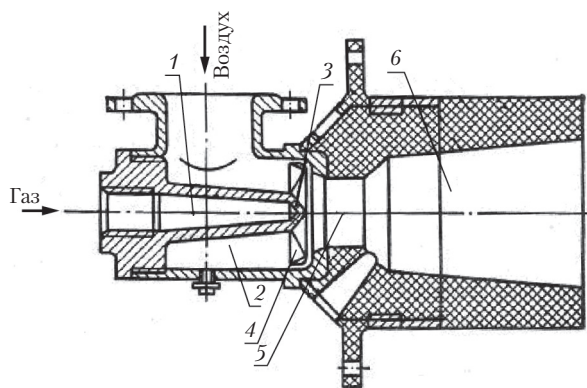

Рис. 12. Горелка с принудительной подачей воздуха:
2. Горелки с принудительной подачей воздуха для горения – это дутьевые (или напорные) горелки (рис. 12), в которых воздух для горения подается принудительно при помощи автономного дутьевого вентилятора или встроенного вентилятора (в так называемых блочных горелках).